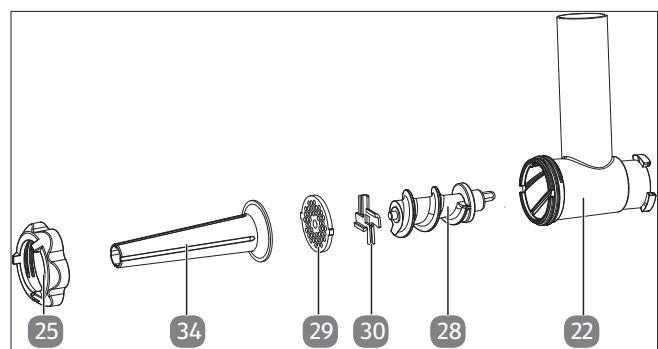

Afb. 19 – Accessoires worst maken
1. Monteer de accessoires zoals aangebeeld (zie Afb. 19).